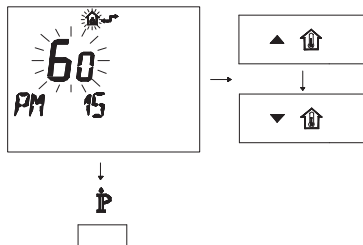

Figura 5.31
- Modificare il SET programmato agendo sui pulsanti **▲** o **▼** fino a visualizzare un **set di 60**, aspettare che il numero programmato cominci a lampeggiare (Figura 5.31)